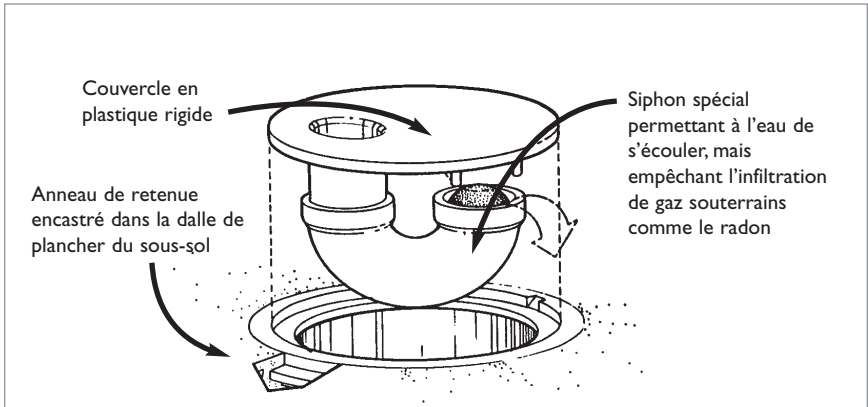

Figure 18 : Siphon destiné aux nouveaux avaloirs de sol
- Équiper l'avaloir de sol d'un siphon-obturateur qui laisse passer l'eau, mais qui fait obstacle à l'infiltration de radon dans le sous-sol (*voir* la Figure 18). Ces dispositifs tiennent également à distance moisissures, mauvaises odeurs, insectes et courants d'air froid. Ils ne peuvent cependant pas faire office de clapets de retenue pour le système d'égout.